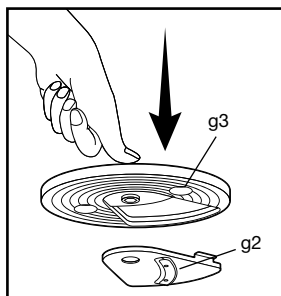

fig. 4c
- Para remover a lâmina, vire o disco plástico (g3) ao contrário e pressione para soltar a lâmina, (fig 4c).